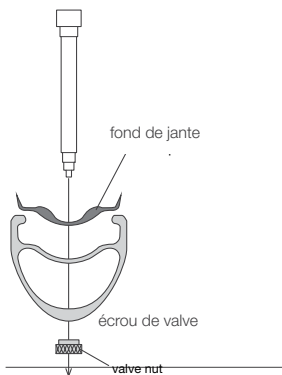

Figure 1. La forme en U du fond de jante doit être alignée avec le centre de la jante.
2. Alignez le trou de valve du fond de valve avec le trou de valve de la jante. La forme en U du fond de jante doit être alignée avec le centre de la jante et la forme du fond de jante doit épouser la forme de la jante (Figure 1).